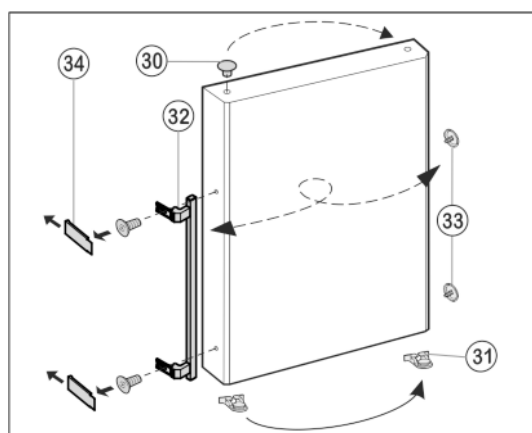

Fig. 12
- ▶ Stopfen *Fig. 12 (30)* aus der Tür Lagerbuchse herausheben und umsetzen.
- ▶ Türgriff *Fig. 12 (32)*, Stopfen *Fig. 12 (33)* und Druckplatten* *Fig. 12 (34)* abmontieren und auf die Gegenseite umsetzen.